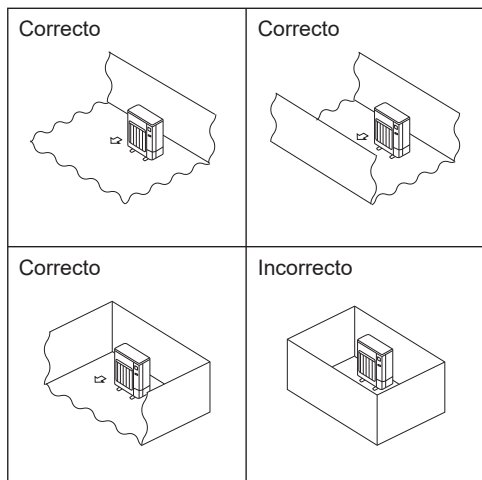

Fig. 2-2
- Ⓒ Instale as unidades exteriores num local onde, pelo menos, uma das quatro laterais seja aberta e cujo espaço seja suficientemente amplo e não tenha depressões. (Fig. 2-2)